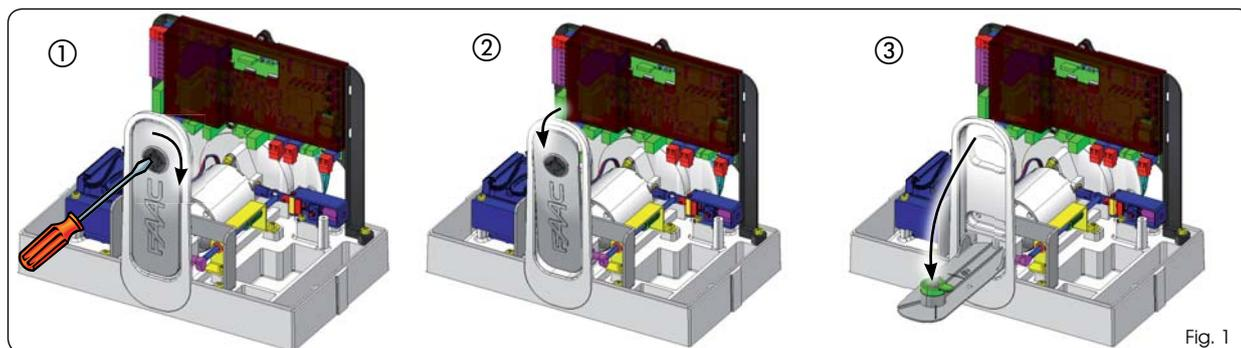

Fig. 1
1. Ruotare lo sblocco in senso orario come indicato in Fig. 1 rif. ①. La leva di sblocco si discosterà leggermente dal corpo operatore (Fig. 1 rif. ②).
2. Abbassare completamente la leva di sblocco sino all'arresto meccanico, Fig. 1 rif. ③.